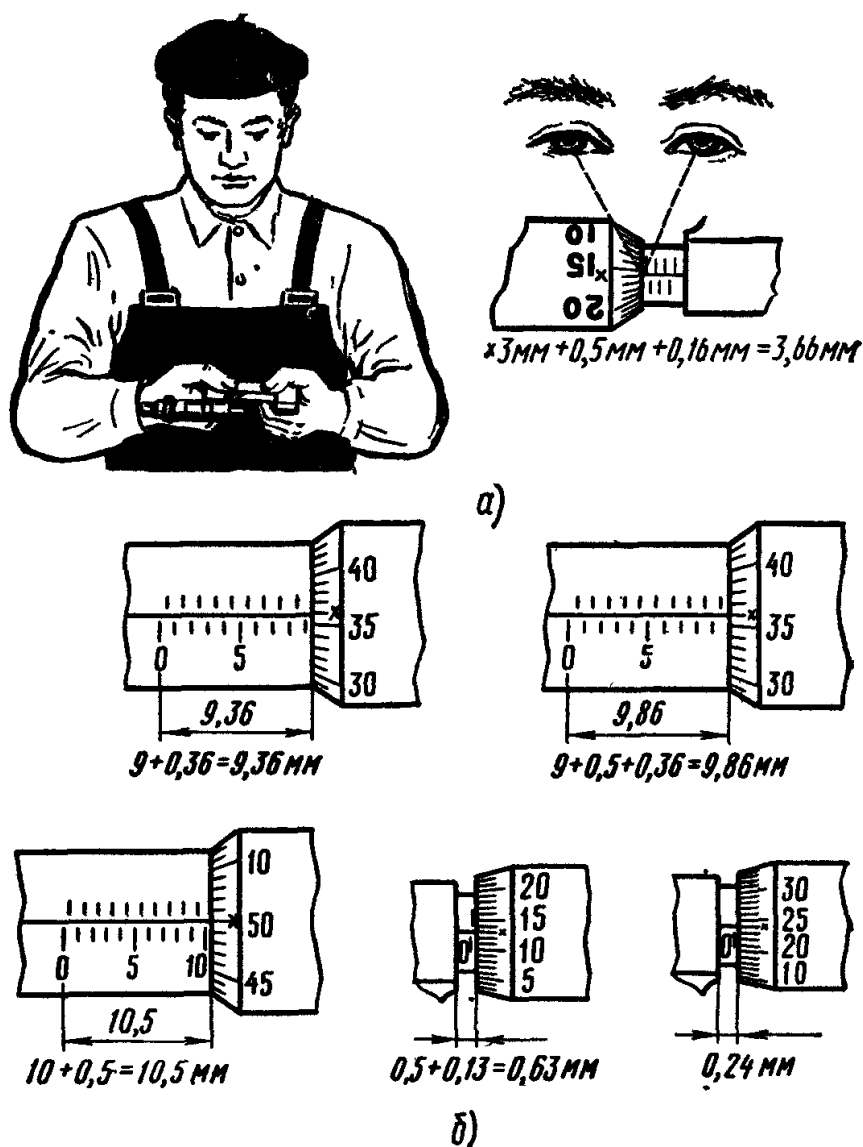

Рис. 15. Работа с микрометром:
- а) при чтении показаний микрометр держать прямо перед глазами (рис. 15, а);
с) на рис. 15, б приведены примеры отсчетов.